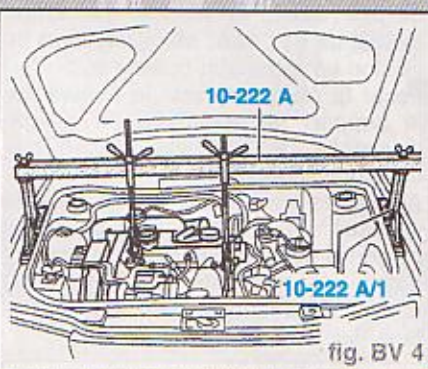

fig. BV 4
- Monter le dispositif de maintien 10-222A avec les supports 10-222A/1 (fig. BV 4).